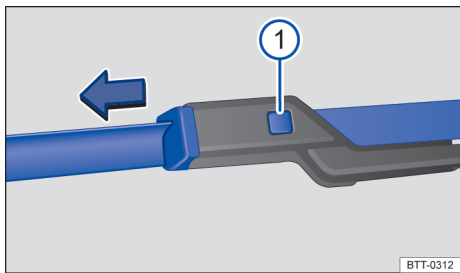

Fig. 215 Substituir as palhetas dos limpadores do para-brisa.
- Manter o botão de destravamento pressionado e, ao mesmo tempo, retirar a palheta dos limpadores do para-brisa no sentido da seta → Fig. 215 ①.